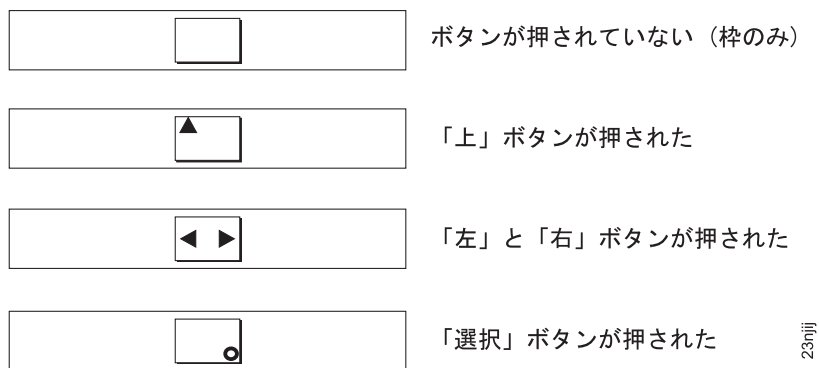

図 36. プッシュボタンを押した場合のフロント・パネル・ディスプレイ
3. 上移動、下移動、左移動、右移動の各ボタンを押して、それらが作動していることを確認します。図 36 では、ボタンを押したときにフロント・パネルに表示される 4 つの例を示しています。ボタンのテストが完了したら、選択ボタンを 5 秒間押し続けて、テストを終了します。